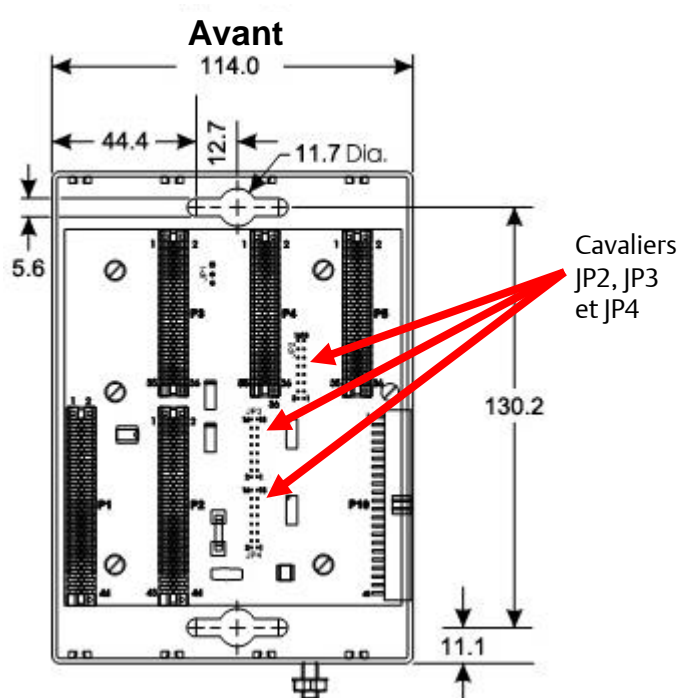

Figure 2. Dimensions du boîtier de base à 4 emplacements ControlWave Micro (en millimètres)
- Boîtier de base. Positionnez comme souhaité sur la plaque de montage et repérez l'emplacement des orifices de fixation sur la plaque en utilisant le ControlWave Micro comme modèle. Voir *Figure 2* pour les dimensions. Percez et taraudez les orifices de fixation dans la plaque. Positionnez le ControlWave Micro au-dessus des emplacements taraudés et fixez-le à la plaque avec 4 vis (non fournies). Serrez les vis au couple de 1,1 à 1,4 N.m environ.
Remarque : en cas de fixation d'un boîtier d'extension à un boîtier de base à 4 ou 8 emplacements, déposez les trois terminaisons de bus (JP2, JP3 et JP4 illustrés *Figure 2*) de la face arrière du boîtier de base.
Les boîtiers de base possèdent un plot de masse (voir *Figure 2*) qui peut recevoir des fils mesurant jusqu'à 5,19 mm. Après avoir installé le boîtier de base et tout boîtier d'extension, et avant d'installer tout module, vous devez acheminer un câble de mise à la terre entre du boîtier de base et une bonne prise de terre. Toutes les prises de terre doivent posséder une tige de mise à la terre ou une grille d'impédance de 2,0 ohms ou moins, à mesurer avec un testeur de système de mise à la terre. Le conducteur de